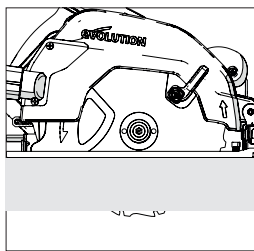

Fig. 12
- În majoritatea cazurilor, adâncimea de tăiere trebuie setată la grosimea materialului ce se va tăia, plus adâncimea a jumătate dintr-un dinte de disc (de la vârful dintelui până la rădăcina sa). **(Fig.12)**